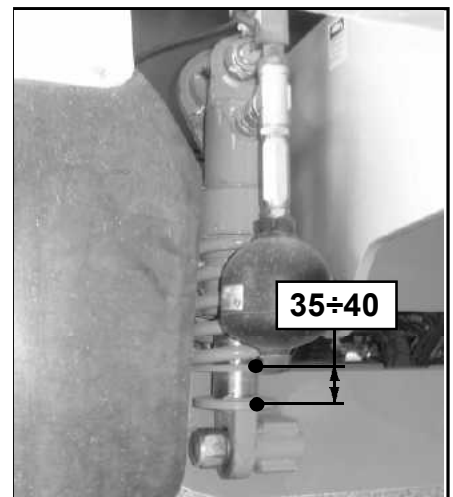

FIG. 24
7. Schakel de motor uit en voer de afstelling uit (Fig. 24) door de kraan "B1" (Fig. 20/A) te openen en te sluiten.